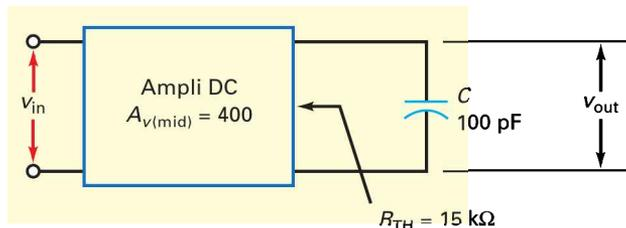

Figure 14.37
- 14.25** Quel est le diagramme de Bode asymptotique pour l'étage représenté par la figure 14.37 ?